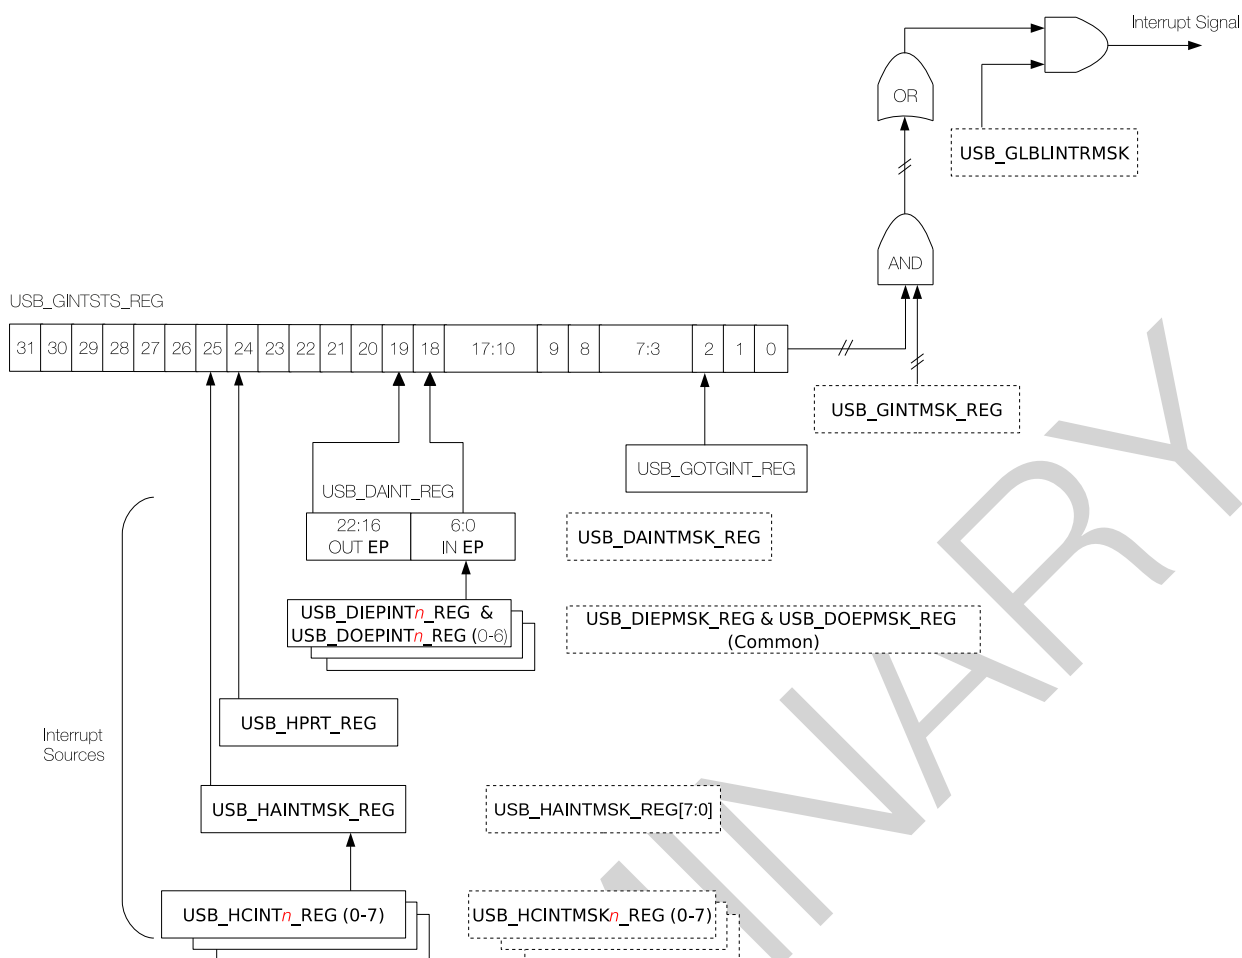

图 16-5. OTG_FS 中断层次结构图
OTG_FS 有一条中断线，可以通过中断矩阵连接到一个 CPU。可以通过置位 USB_GLBLINTRMSK 来显示中断信号。OTG_FS 中断是 USB_GINTSTS_REG 寄存器中所有位的或 (OR)，且置位 USB_GINTMSK_REG 寄存器中的相应位可以使能 USB_GINTSTS_REG 中的位。USB_GINTSTS_REG 包含系统级中断，还包含主机或设备模式专有的中断位以及 OTG 有关中断。OTG_FS 中断源的层次结构如图 16-5 所示。